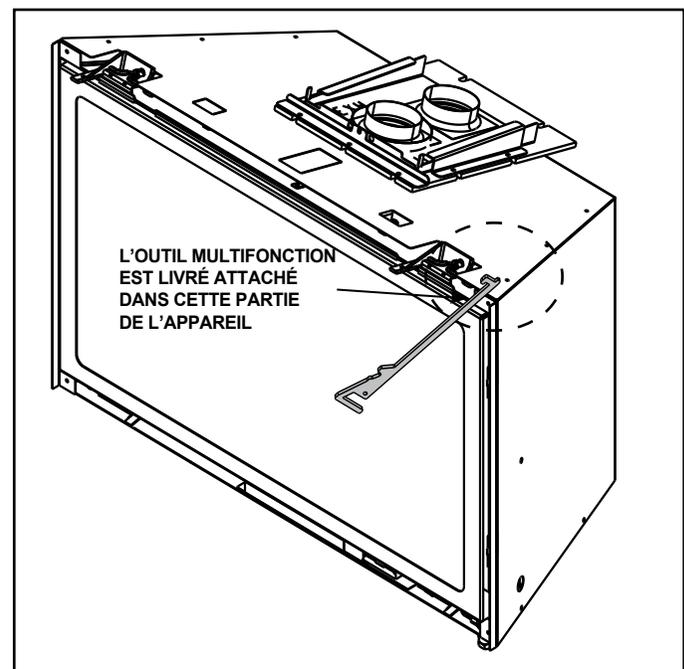

Figure 2.2 Emplacement de l'outil multifonction
- Voir la figure 2.2 pour l'emplacement de l'outil multifonction.